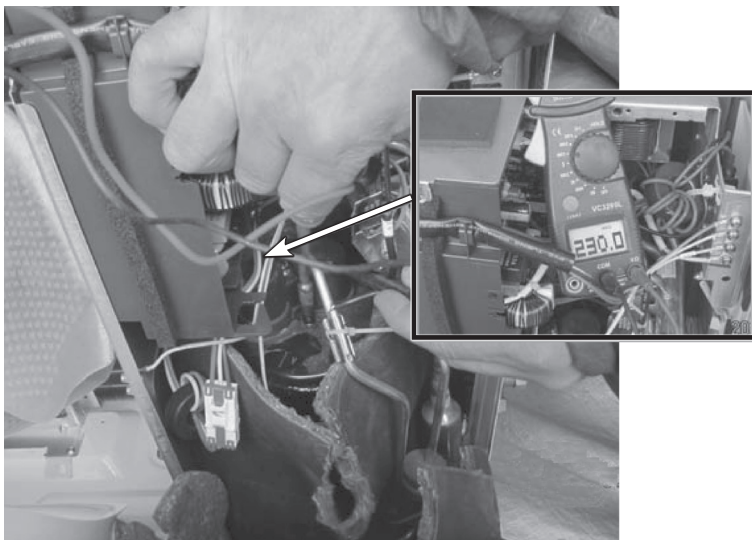

图 4-9 测量压缩机 P、N 端电流
8) 再次开机，压缩机高频时测量 P、N 端供电直流 230V，如图 4-9 所示，电压偏低。